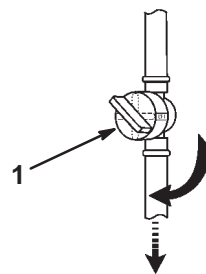

Figure 9
1. Ouvrez l'arrivée de carburant située entre le réservoir de carburant et le moteur (Fig. 9).